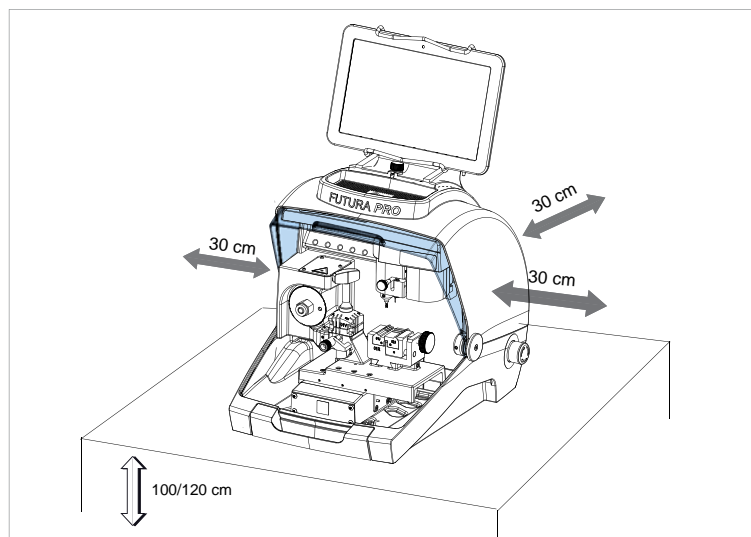

Fig. 10
- 1) Plaats de duplicatiemachine op een stevig horizontaal werkvlak dat geschikt is voor het gewicht van de machine (20 Kg). De hoogte van het werkvlak moet circa 100-120 cm bedragen, voor een ergonomische toegang tot de functionele onderdelen. Laat minstens 30 cm vrij op de achterkant van de machine en aan de zijkanten, ter garantie van een goede ventilatie en manoeuvreerbaarheid (Fig. 10).